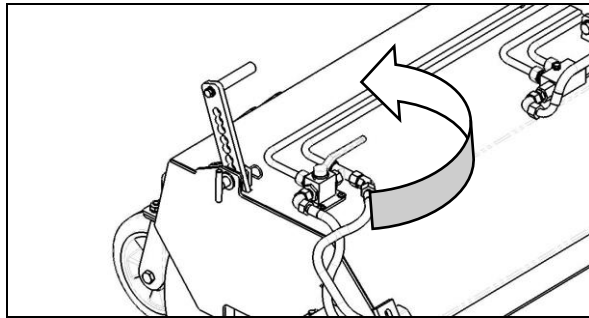

Bild 4.9
- Stäng avstängningskranen till sidosopmaskinens hydraulmotor (Fig. 4.9).